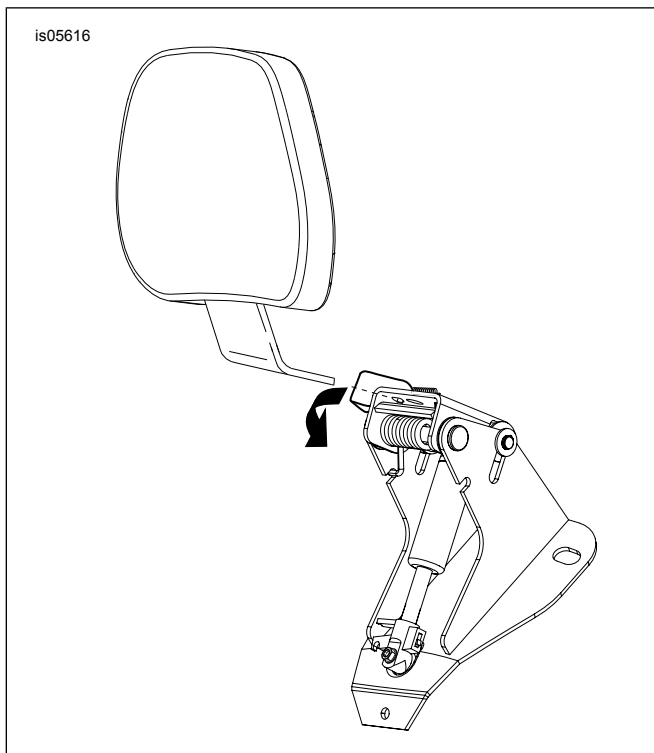

Figure 13. Pagkakabit ng Backrest
1. Tingnan ang Figure 13 . Diinan ang lever sa bracket ng backrest gaya ng ipinapakita.